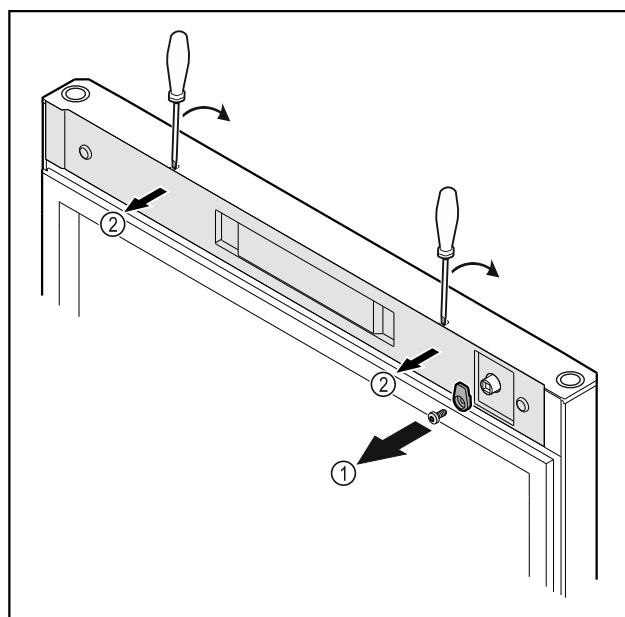

Fig. 12
- Svitare i ganci di chiusura Fig. 12 (1).
- Disinnestare la copertura Fig. 12 (2) con l'ausilio di un piccolo cacciavite e rimuoverla.